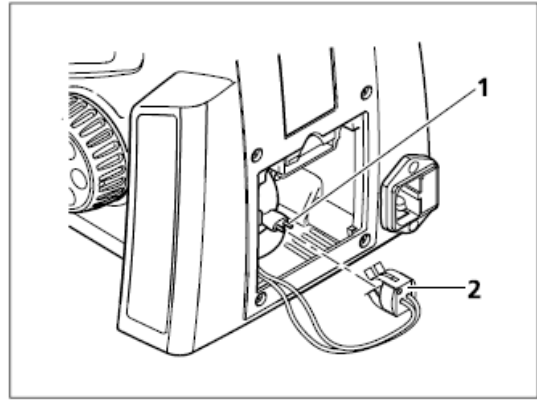

图. 3-19 安装连接线
- I 检查灯泡已经安装好,在照明系统针脚(图 3019/1)上插入连接线(图 3-19/2).确认连接好并且没有弄弯针脚.